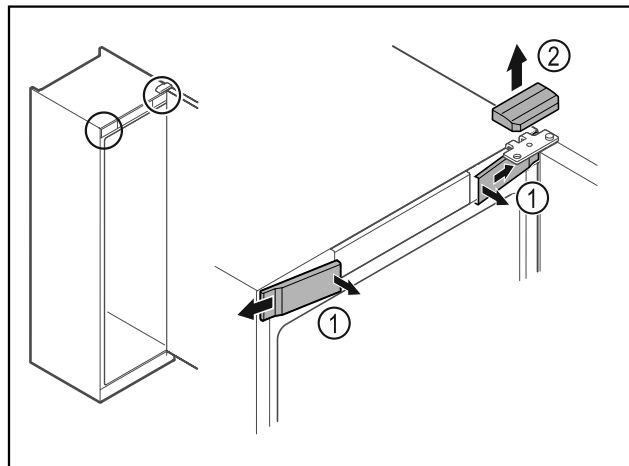

Fig. 8\*
- ▶ Ξεκουμπώστε εσωτερικά τα μπροστινά καλύμματα Fig. 8 (1) και αφαιρέστε τα προς το πλάι.\*
- ▶ Αφαιρέστε προς τα επάνω το επάνω κάλυμμα Fig. 8 (2).\*